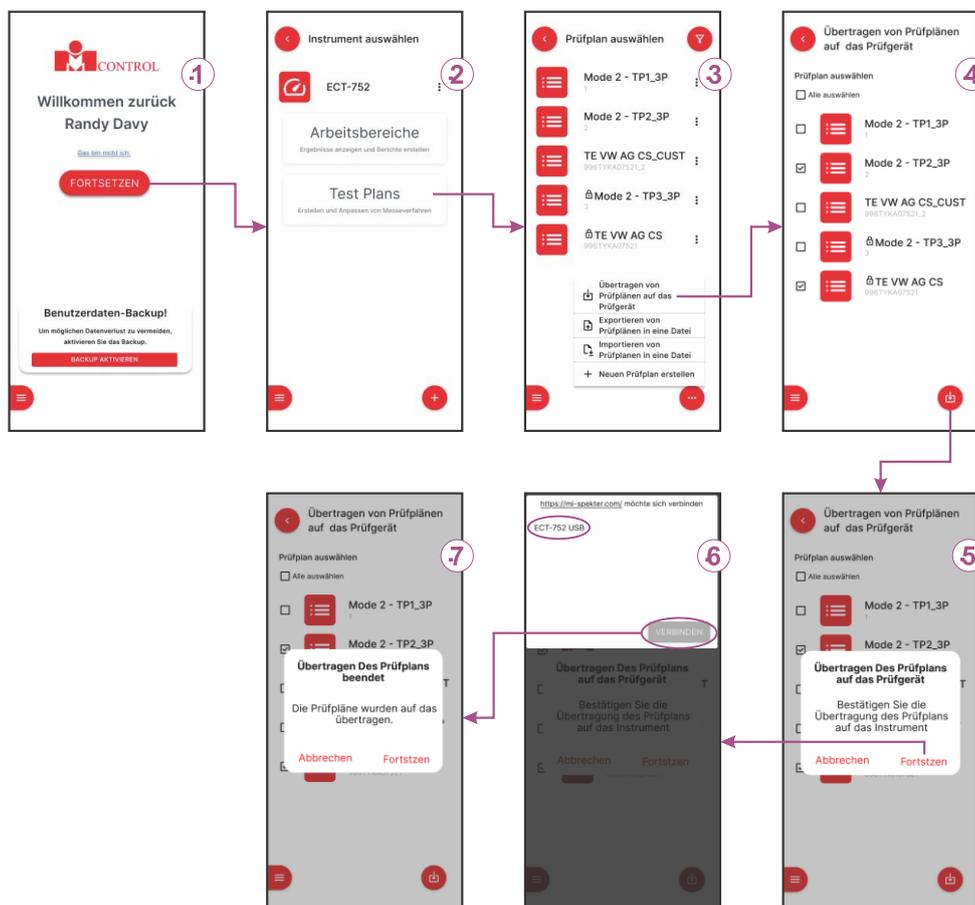

Abbildung 15: Prinzip der Übertragung von Prüfplänen an den Tester
Lassen Sie das Gerät in diesem Modus und fahren Sie mit den Aktionen der Anwendung "MiControl" fort, wie in Abbildung 15 dargestellt:
Erläuterung der Bildschirme in Abbildung 15:
- Wählen Sie ab Bildschirm 3 in Abbildung 15 die Option Exportieren von Prüfplänen in eine Datei.
- Wählen Sie auf dem Bildschirm 3 in Abbildung 15 die Option Importieren von Prüfplänen aus einer Datei aus.